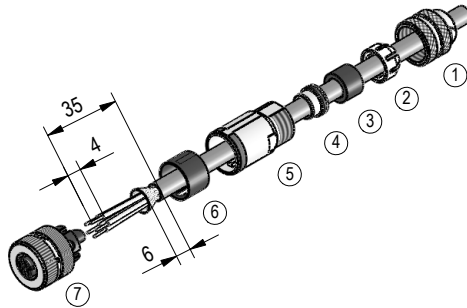

Abb. 2: Gegenstecker M12 gerade
**Montage (Abb. 2)**
1. Dichtung an Schirmring (4) montieren.
2. Teile (1) ... (6) über Kabelmantel schieben.
5. Litzen in Einsatz (7) klemmen (entspr. Anschlussplan Kapitel 4.2).
6. Teile (2) ... (6) montieren. Schirm wird um Schirmring (4) gelegt.
7. Druckschraube (1) mit Kupplungshülse (5) verschrauben.